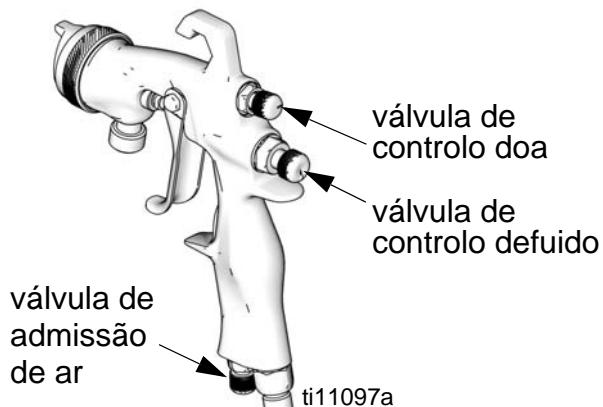

FIG. 3
- Para obter um padrão em leque completo, abra a válvula de controlo do ar, rodando o botão completamente no sentido anti-horário. Ver a FIG. 3.
- Para criar um padrão circular, desligue o padrão de ar rodando a válvula de controlo do ar completamente no sentido horário. Ver a FIG. 3.
- Para melhorar a atomização, reduza o caudal do fluido. O aumento da pressão de ar pode melhorar a atomização, mas pode resultar em fraca Eficiência de Transferência (TE) ou em funcionamento não complacente.